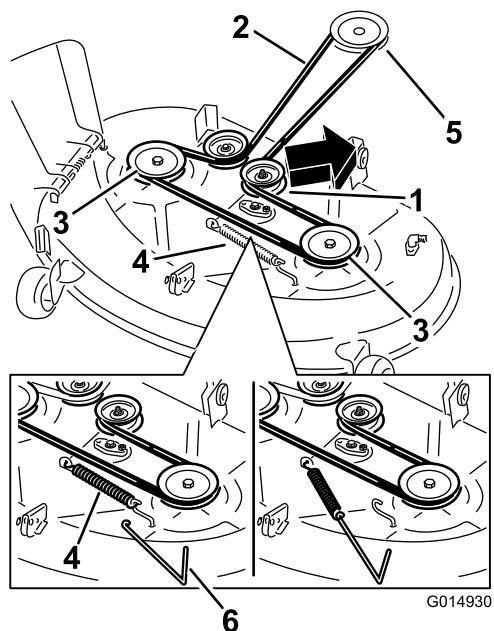
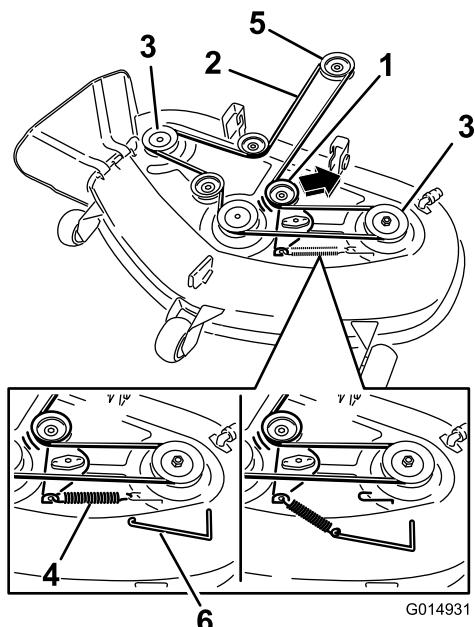

Figura 71
Figura 72
4. Utilize um removedor de molas (peça Toro n.º), remova a mola intermédia do gancho da plataforma para retirar tensão da polia intermédia e role a correia para fora das polias (Figura 71e Figura 72)
5. Coloque a nova correia em redor da polia do motor e nas polias do cortador (Figura 72).
colocar tensão da polia intermédia e na correia do cortador (Figura 71 e Figura 72).